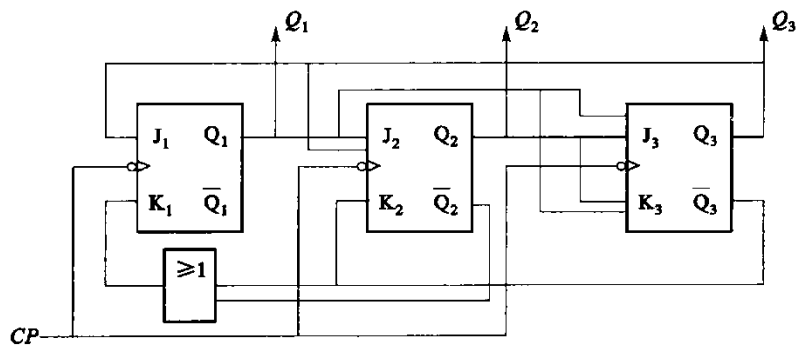

图 1
(2) 同理得， $512K \times 4$ 的存储器系统具有 2048K (即 2M) 个存储单元，至少需要 19 根地址线和 4 根数据线。
4. 分析下图 1 所示计数器电路。